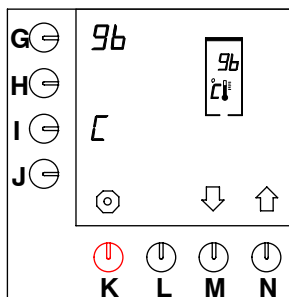

Fig. 40 Ajuste de la temperatura
- Una vez introducido el código PIN maestro, apreta tres veces la tecla de selección (N.)⬆ hasta que aparezca en el display fig. 40 .